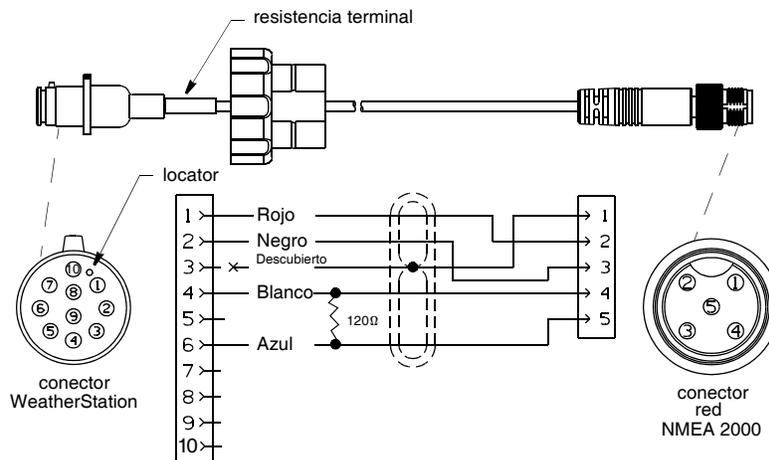

Figura 11. Cable WeatherStation NMEA 2000 [modelo que se muestra: 10 m (33')]
**NOTA:** Los cables WeatherStation de más de 6 m (20') de largo tienen una resistencia terminal incorporada en el conector WeatherStation (figura 11).